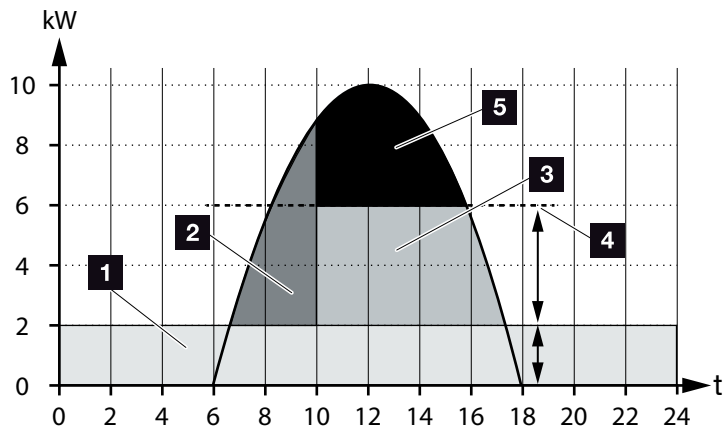

Fig. 56: Regulering uden intelligent batteristyring
I  **Fig. 56, pos. 4** kan det registreres, at uden en intelligent batteristyring forbliver den producerede solcelleenergi uudnyttet ved en høj solstråling pga. eksempelvis en nedjustering på ca. 50% som følge af KFW-reguleringen.